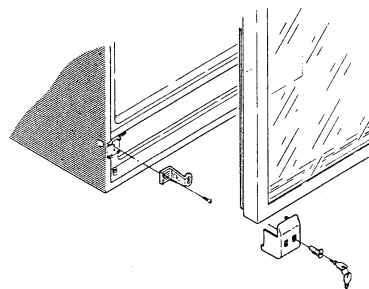

Abb. 5
5. Das untere Scharnier wird auf die linke Seite versetzt. (Siehe Abb. 5).